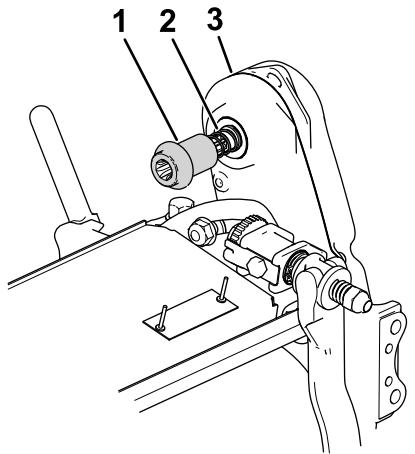

Рисунок 7
- Установите муфту и пружину на узел привода барабана режущего блока (Рисунок 7).
- Убедитесь в том, что муфта (Рисунок 7) может легко перемещаться вперед и назад по ведущему валу трансмиссии.